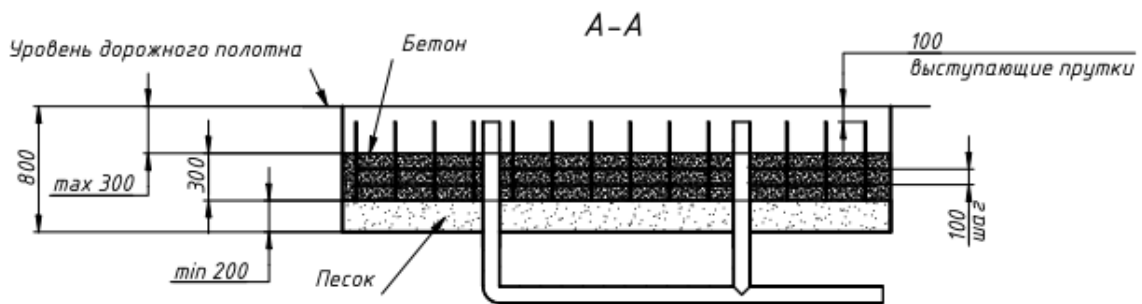

Рис.2
- 1.2.5 Залить котлован бетоном, обеспечив горизонтальную плоскость на глубине не ниже 300 мм от поверхности дорожного полотна. Использовать бетон марки М300 и выше. Дальнейшие работы производить после полного застывания бетона. (рис.2)